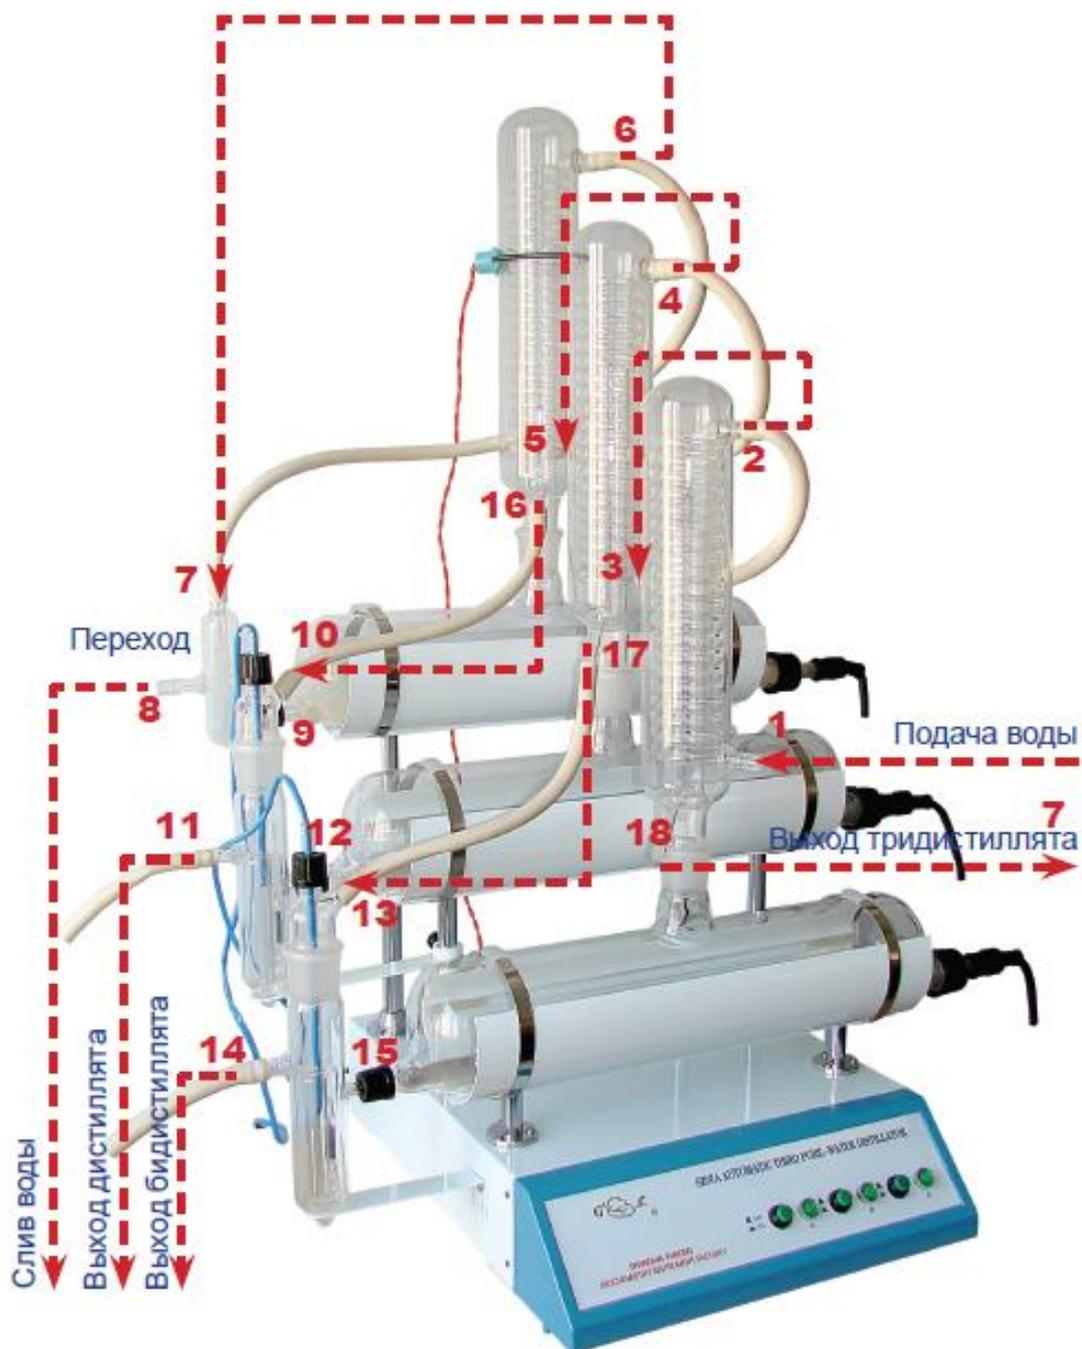

Рисунок 3
14. Собрать с помощью резиновых трубок схему подачи и отвода воды (рис.3).
Через отвод (поз.9) перехода идет наполнение испарительной колбы контура «А». Отвод (поз.8) подсоединить к канализации для слива охлаждающей воды. Дистиллированную воду со штуцера (поз.16, рис.3) холодильника контура «А» подать над входом (поз.10) сосуда с поплавковой камерой.
Выход бидистиллированной воды тройной перегонки происходит через нижний штуцер (поз.18, рис.3) холодильника контура С.
Включите подачу охлаждающей воды, отрегулировав напор воды таким образом, чтобы вода заполнила первый сосуд и не вытекала через слив перехода **8** (рис. 3).